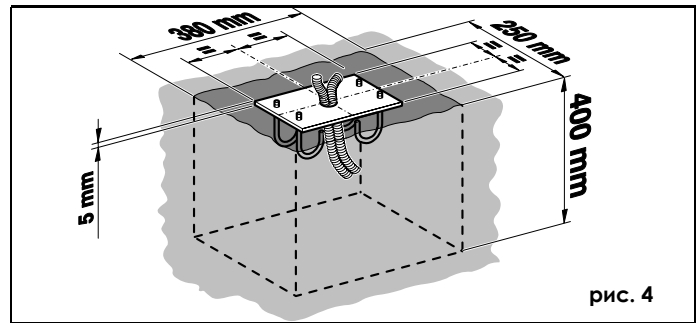

рис. 4
- 1) Сделайте фундамент, как показано на рис. 4 (размеры указаны для глинистого грунта).
- 2) Установите фундаментную плиту, как показано на рис. 4, выведя один или несколько кабелепроводов для прокладки электрокабеля. Проверьте с помощью строительного уровня горизонтальность установки. Дождитесь застывания цемента.